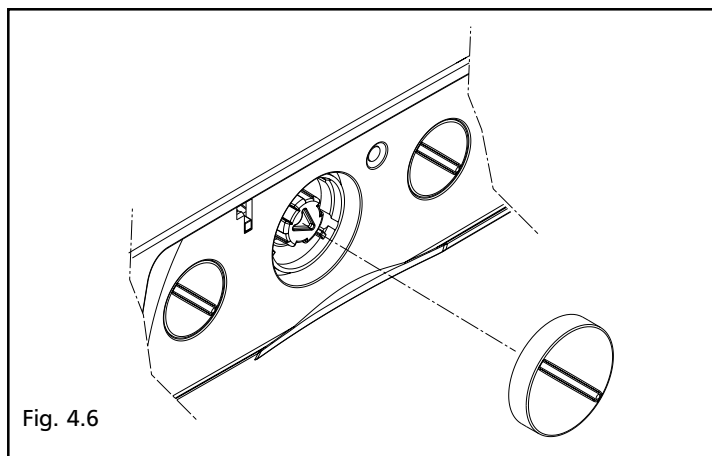

Fig. 4.6
- togliere il selettore di funzione (fig. 4.6) tirandolo verso di sé.